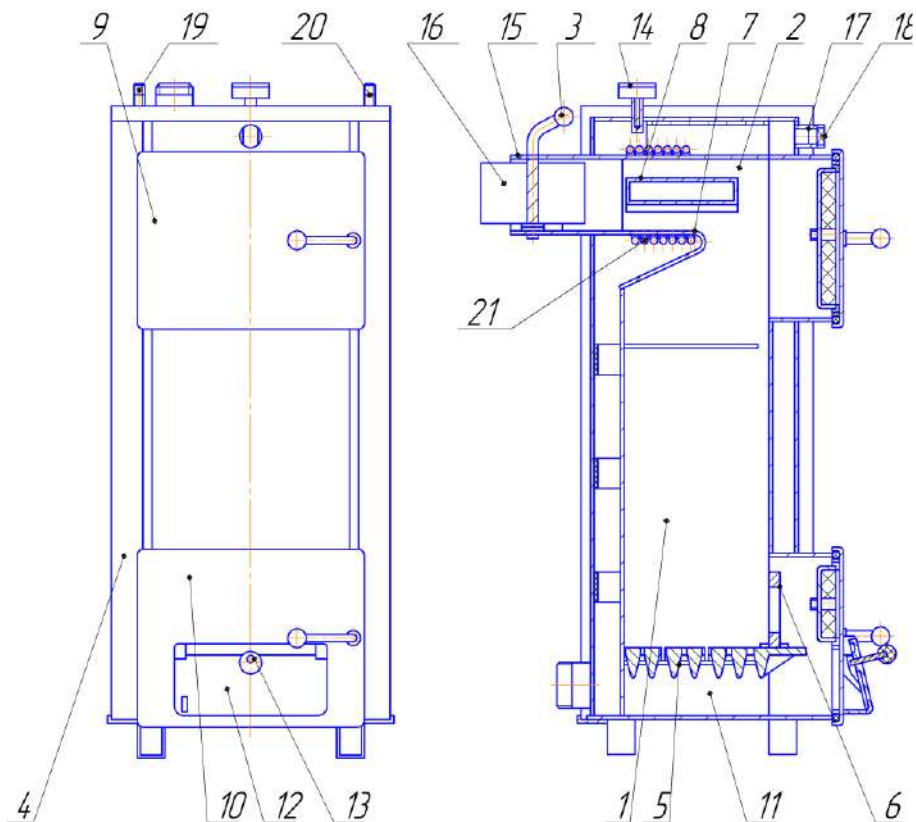

Рисунок 5.3 - Устройство котла для работы на твердом топливе с водоподогревателем.
5.3 Устройство котла для работы на твердом топливе с водоподогревателем (рисунок 5.3) аналогично описанному в п. 5.1, отличается только наличием водоподогревателя.